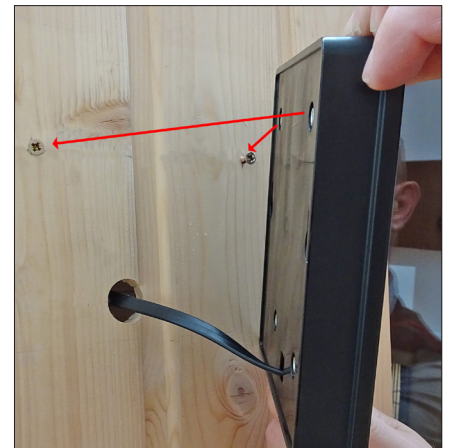

Abb. 3
- V. Zum Schluss das Bedienteil auf den zuvor befestigten Schrauben einhängen (Abb. 3).